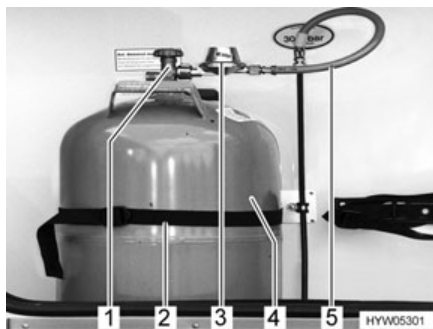

Fig. 94 Caja para bombonas de gas
- Cerrar la llave de paso principal (Fig. 94,1) de la bombona de gas (Fig. 94,4). Observar el sentido de la flecha.
- Desenroscar manualmente el regulador de presión de gas (Fig. 94,3) con tubo flexible de gas (Fig. 94,5) de la bombona de gas (rosca a la izquierda).
- Soltar las correas de fijación (Fig. 94,2) y extraer la bombona de gas.